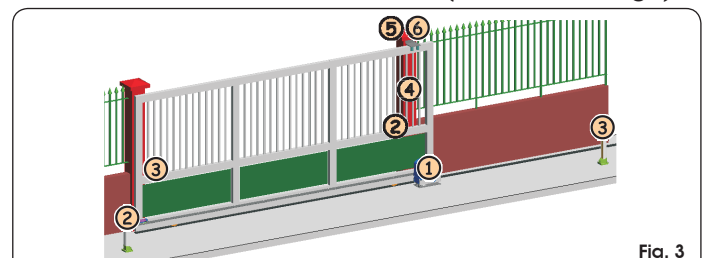

Fig. 3
4. Die Kabel für den Anschluss an die Zubehörteile und die Stromversorgung laut Abb. 3 verlegen.
Unter Beachtung der Angaben in Abb. 3 die Kabel in die Kabelkanäle einlegen und die elektrischen Anschlüsse zu den ausgewählten Zubehörteilen herstellen.